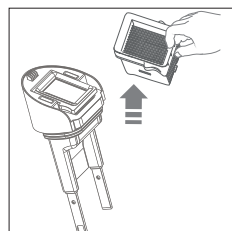

Fig. 16 – Extracción del filtro
- ▶ Saque el filtro EPA 10 hacia arriba del tapón del depósito de agua sucia (**véase Fig. 16**).